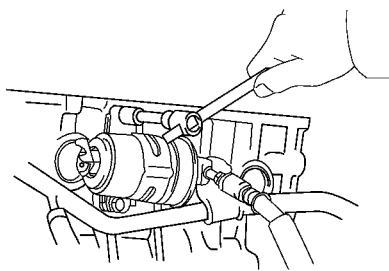

图 1-96 拆下燃油滤清器
- (10) 旋下两个螺栓，拆下燃油滤清器，如图 1-96 所示。